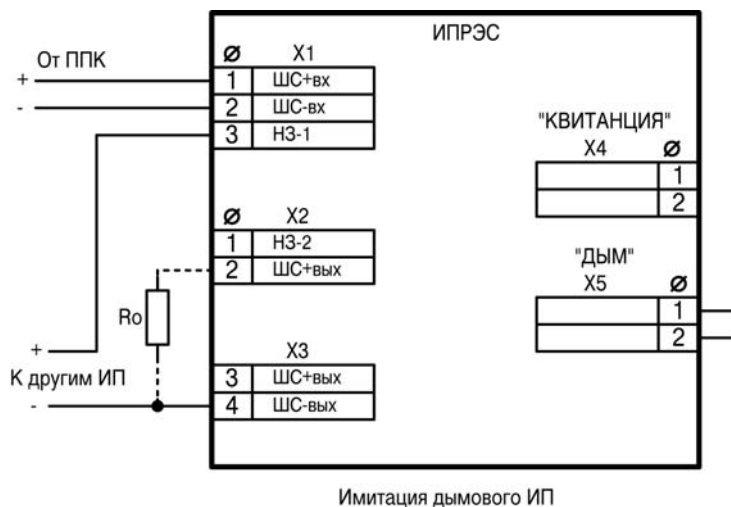

Рисунок 6.3
6.3.5. Схема подключения извещателя в варианте 2 приведена на рис.6.3.